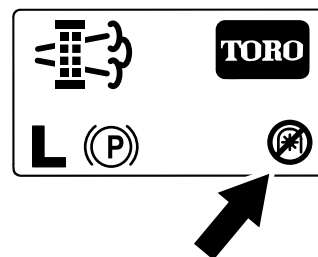

Bild 56
**Hinweis:** Auf dem Begrüßungsbildschirm wird das Symbol für eine deaktivierte Zapfwelle (Bild 56) angezeigt.
**Hinweis:** Auf dem Begrüßungsbildschirm wird das Symbol für eine deaktivierte Zapfwelle angezeigt; siehe Bild 56 in Meldungen zu geparkter Regenerierung \(Seite 42\).